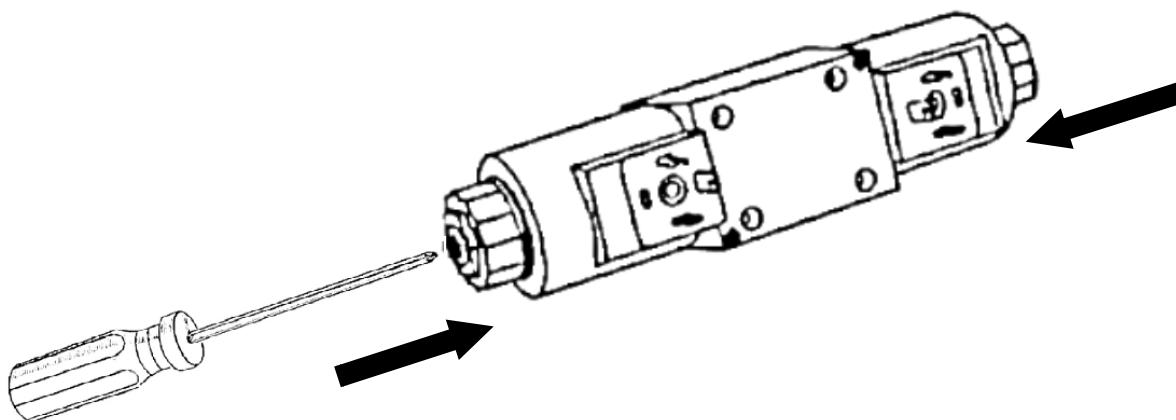

Рисунок 33
11.4 После долгого периода хранения и/или транспортировки станка может потребоваться разблокировка золотников гидрораспределителей кнопкой ручного управления. Для этого при помощи подручного инструмента (например, крестовой отвёртки) нажатием с торца клапана на его сердцевину (рисунок 33) попеременно с двух сторон добиваемся свободного его перемещения.